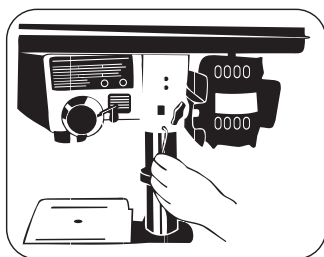

FIGURA 8.5
- Aperte os dois conjuntos de parafusos localizados ao lado direito do Conjunto Cabeçote, usando a chave Allen **G** (Figura 8.5).